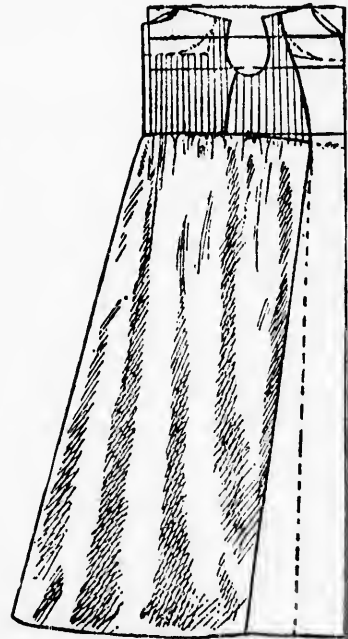

FIGURE 41
Après avoir tracé ou relevé le patron du corsage en ne marquant pas la couture du dessous de bras, on indique la largeur du tablier dans le haut aux $\frac{2}{3}$ environ de la largeur d'épaule, puis sa largeur à la taille, en partant du milieu du devant (I), de 5 à 6 cent. $5\frac{1}{2}$ en proportion moyenne; on réunit ces deux points d'abord par une oblique, puis par une ligne s'écartant droite au milieu de 7 mill. (Voir la fig. 41.